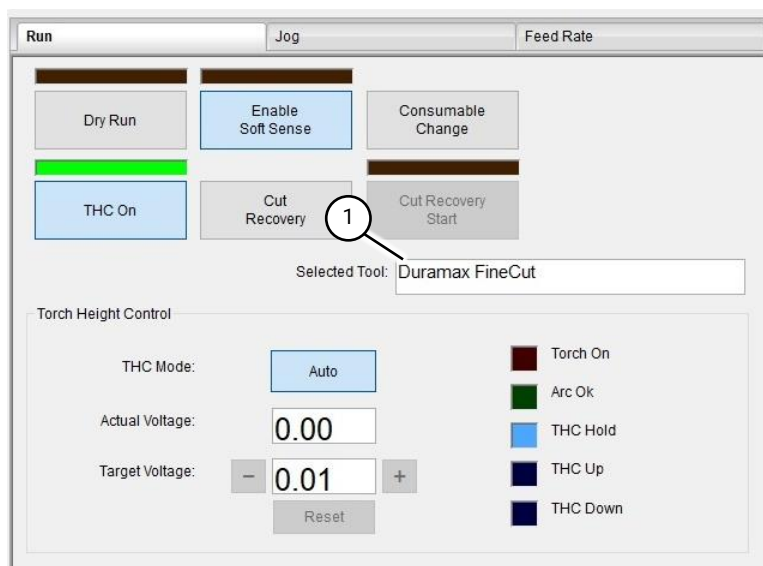

Fig 84 Volet Informations sur l'outil
1. L'onglet Run (Exécution) montre l'outil sélectionné (Fig 84 (1)) par le fichier G-Code.